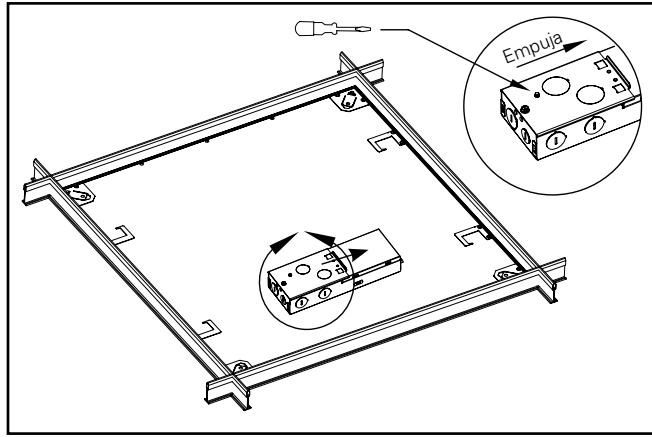

Figura 6.
- Mete todos los cables y tuercas para cables en la caja de conexiones del accesorio, reemplaza la placa de acceso eléctrico y encaja de manera segura en su lugar (Figura 6).